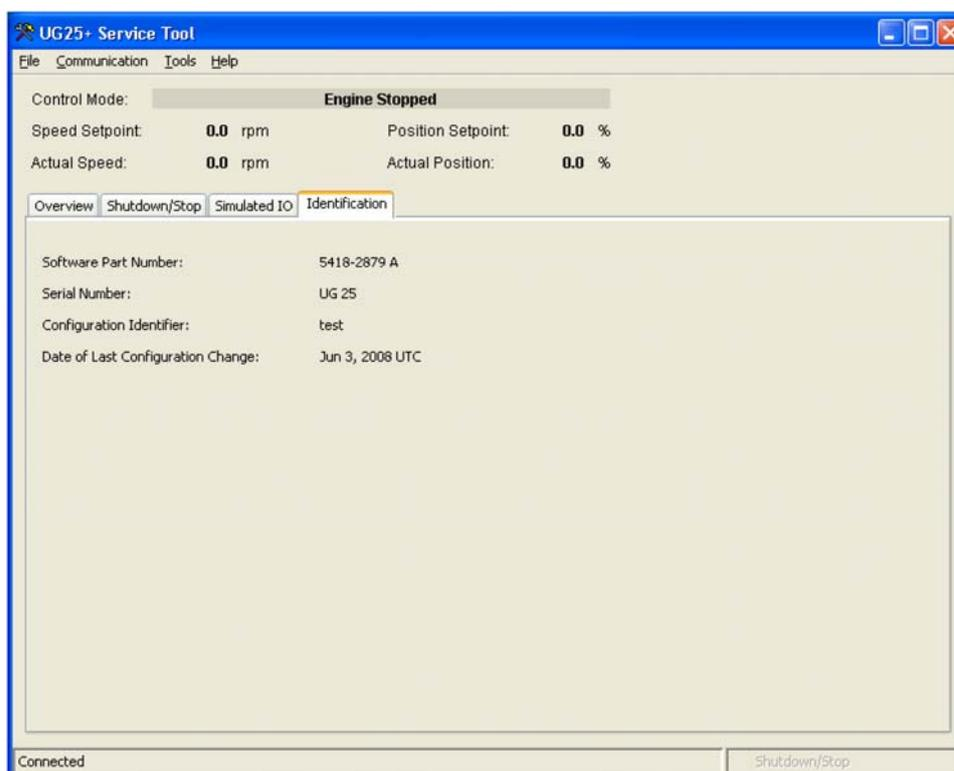

図 5-6; サービス・ツールの個体情報画面
- Identification (個体情報; 図 5-6 参照)